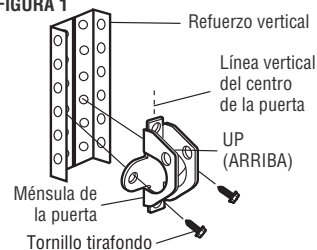

FIGURA 2
- Como alternativa puede usar dos pernos de 5/16 de pulg.-18 x 2 pulg. con arandelas de presión y tuercas (no incluidos). (Figura 2)